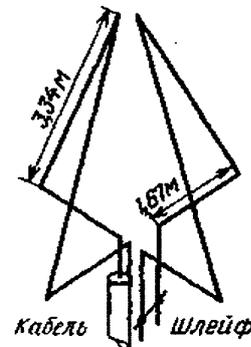

рис. 16
**Ю. Кондратьев** (UA1ZAS), п. Ревда, Мурманской обл., применяет антенну "Двойной треугольник" в диапазоне 28 МГц. Антенна состоит из двух проволочных треугольников (рис. 16). Конструктивно она удобно размещается с "Ground Plane" на 14 МГц.